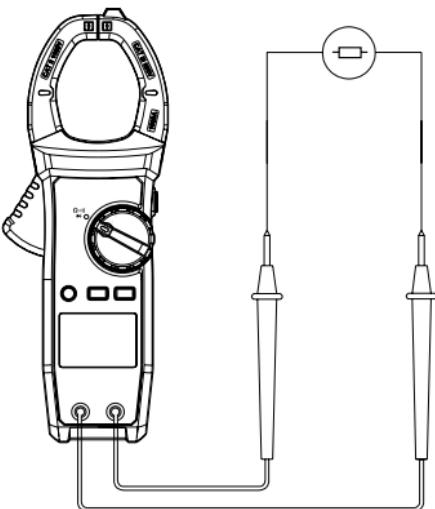

Рис. 8 Измерение сопротивления
- 2) Установите переключатель на **•Ω**, нажмите SELECT, чтобы выбрать измерение сопротивления Ω , подсоедините щупы тестовых проводов к выводам тестируемого элемента (см. рис. 8).